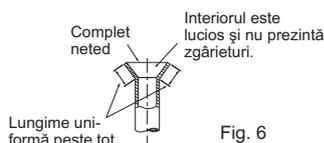

Fig. 6
- Comparați lucrarea de evazare cu ilustrația din Fig. 6.